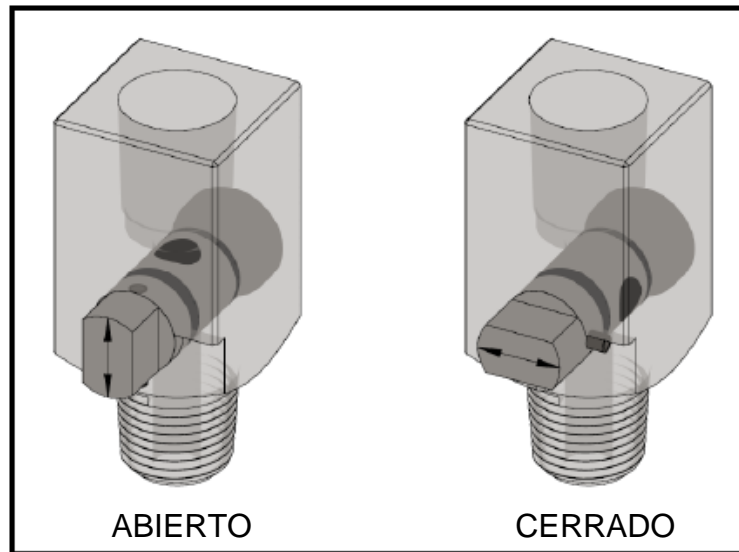

Figura 4
3. Abra ligeramente todas las válvulas de inyección del sellador. Retire todos los tapones macho de las conexiones que no tienen válvulas de inyección de sellante. Deje cerrada la válvula de inyección de sellador que se esté utilizando primero en la parte inferior. La Figura 4 muestra la orientación correcta de los orificios de inyección de sellante cerrados y abiertos.
que inyecte el sellador. La Figura 4 muestra la orientación correcta para el puerto de inyección del sellador cerrado y abierto.